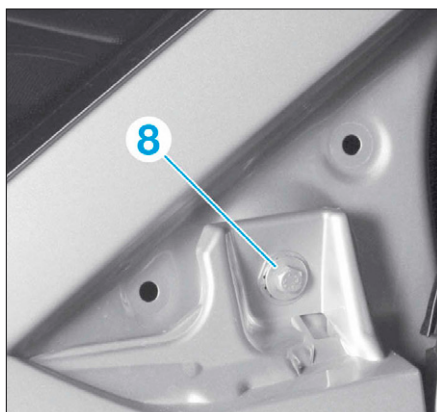

FIG. 17
- Déposer la vis (8) (Fig.17).